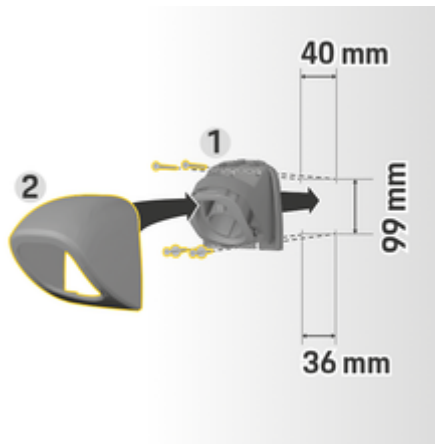

Fig. 62: Dimensões de perfuração
1. Remova o prendedor do conector 1 (Fig. 62) da tampa 2 (Fig. 62).
4. Parafuse o prendedor do conector 1 (Fig. 62) na parede.
5. Fixe a tampa 2 (Fig. 62) no prendedor do conector 1 (Fig. 62) pela parte de baixo e empurre para cima.